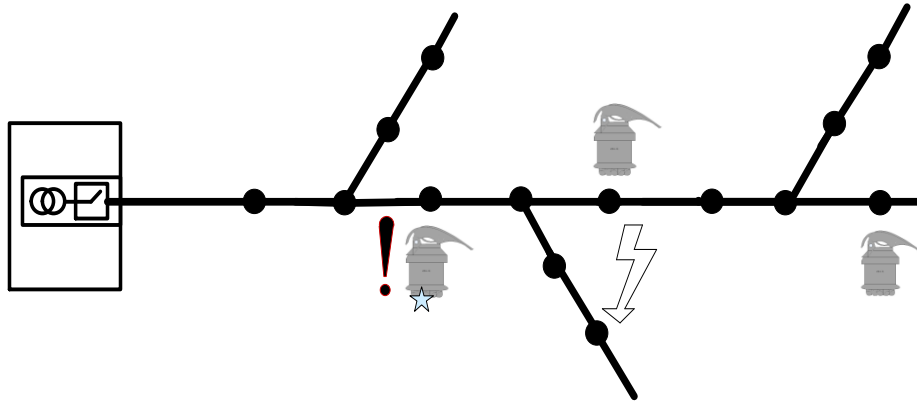

Рисунок 13 – Установка комплектов на линии с короткими ответвлениями
- 1) на линии с короткими ответвлениями комплекты, как правило, устанавливаются по стволу линии за местом разветвления (отпайки), на ближайших к месту разветвления промежуточных опорах (Рисунок 13);